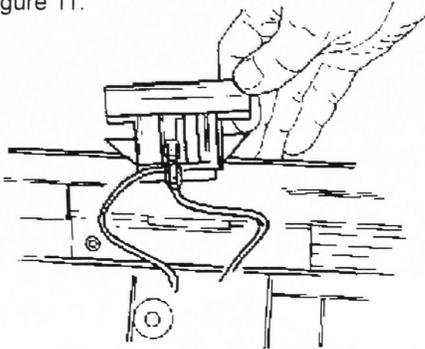

Figure 11
10. Introduire le contacteur basse tension déposé de l'ancienne serrure dans la fente centrale de la serrure de rechange, comme il est illustré à la Figure 11.